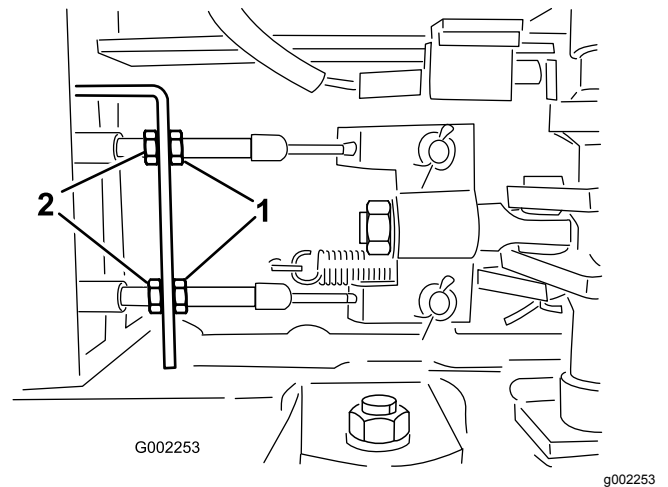

Bild 88
5. Lösen Sie die vorderen Klemmmuttern an den Bremskabel unter der Vorderseite des Sprühfahrzeugs (Bild 88).
6. Ziehen Sie die hinteren Klemmmuttern gleichmäßig an, bis das Spiel des Bremspedals 1-2 cm beträgt, bevor Sie einen Widerstand spüren (Bild 88).